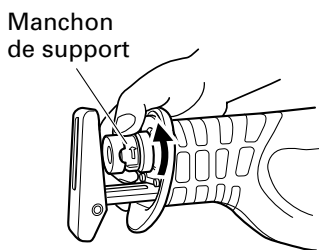

Fig. 7
(2) Tourner le manchon de support dans le sens de la flèche, indiquée sur la Fig. 7, marquée sur le manchon de support. Si l'on tourne le manchon de support à moitié, il est possible de le fixer automatiquement. (Fig. 7)
- (2) Après avoir tourné le manchon de support dans le sens de la flèche de la Fig. 7 et l'avoir fixé, tourner la lame de façon qu'elle soit orientée vers le bas. La lame doit tomber sous l'effet de son propre poids. Si la lame ne tombe pas, tirer dessus avec la main.
- (1) Après l'utilisation, souffler toute sciure, terre, sable, humidité, etc. à l'aide d'une brosse, etc., pour garantir le bon fonctionnement de la monture de lame.
- (2) Graisser périodiquement la monture de lame avec de l'huile de machine dans la fente semi-circulaire à la position où le manchon de support est tourné dans le sens de la flèche indiquée à la Fig. 7. (Fig. 13)